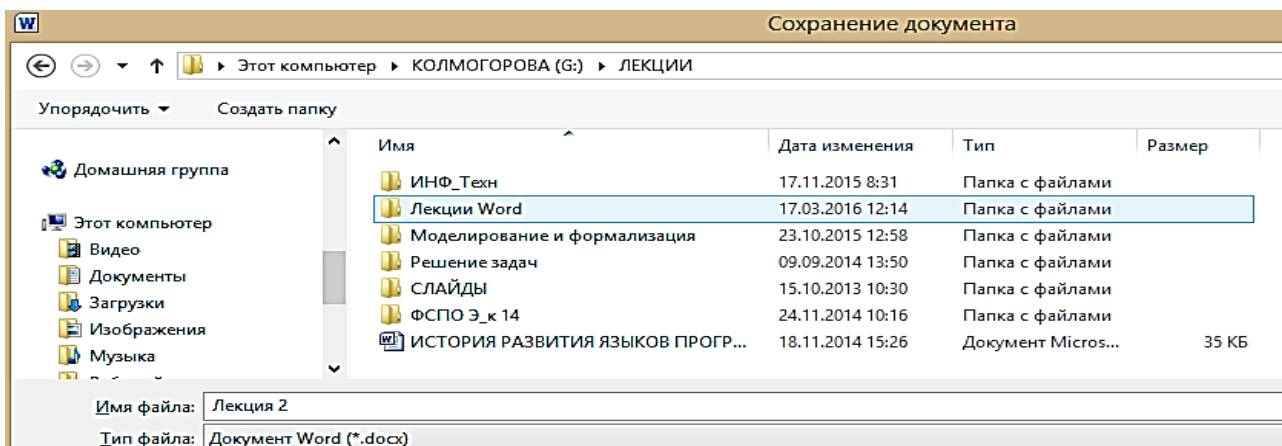

Рис. 17. Сохранение файла
1. Перейти во вкладку «Файл» и выбрать команду «Сохранить как» (рис. 17).